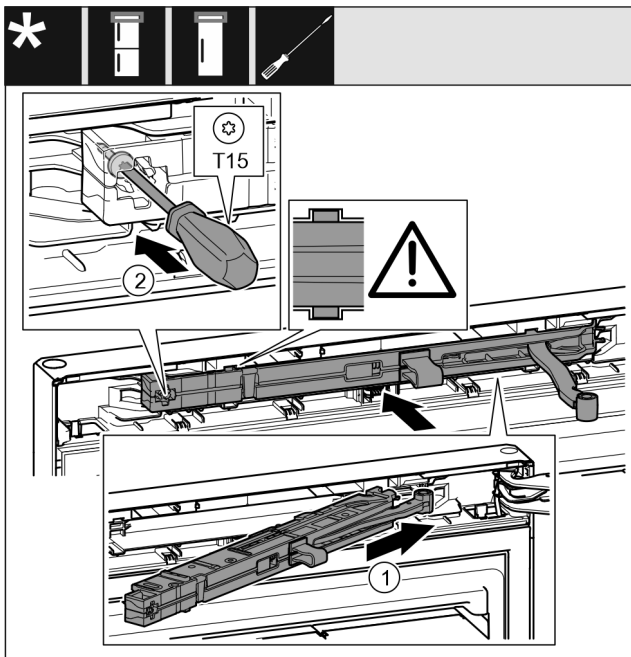

Fig. 23
- Schließdämpfereinheit auf der Lagerbockseite bis zum Anschlag schräg in die Aussparung einschieben. Fig. 23 (1)
- Schraube mit einem Schraubendreher T15 festschrauben. Fig. 23 (2)